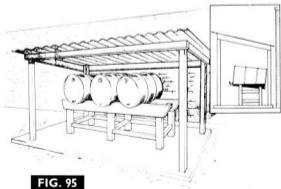

FIG. 95
6. Vaten moeten onder een afdak opgeslagen worden en beschermd worden tegen het indringen van water. De vaten moeten zo opgeslagen worden, dat deze een weinig aflopen. Vaten met brandstof moeten niet te lang opgeslagen worden, voordat ze gebruikt worden (fig. 95).